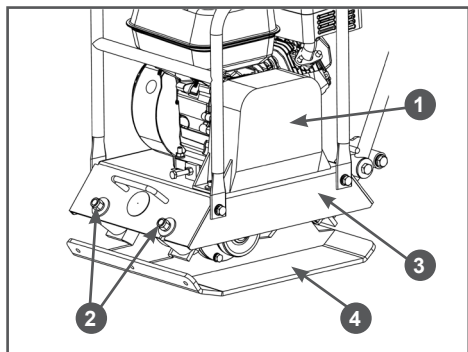

Рис. 20 Демонтаж рамы двигателя
- Открутите болты крепления защитного кожуха 1 ремня и снимите кожух (Рис. 20).
- Открутите четыре гайки 2 крепления рамы двигателя к резиновым амортизаторам плиты вибратора, снимите четыре пружинные и четыре плоские шайбы, и снимите раму 3 двигателя в сборе с защитной рамой и рабочей рукояткой с рабочей плиты 4 (Рис. 20).